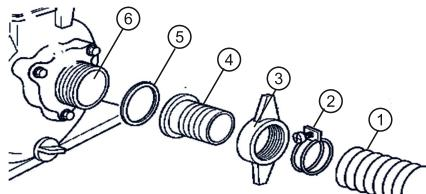

Рис. 7
Установите всасывающий патрубок(4) через уплотнительную прокладку (5) к фланцу насоса (6) и плотно затяните гайку фланца (3). Наденьте до упора всасывающий рукав (1) на патрубок и затяните его хомутом (2), как показано на Рис. 7.